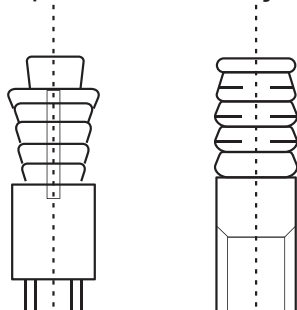

Figura 6
- Determine o local de montagem no teto do recinto ou no teto da edificação e faça quatro furos de $\varnothing 12$ mm x 50-55 mm. Em seguida, chumbe e instale as fixações do gancho de expansão (acessório 4 comprado) nesses furos. Consulte a Figura 6.